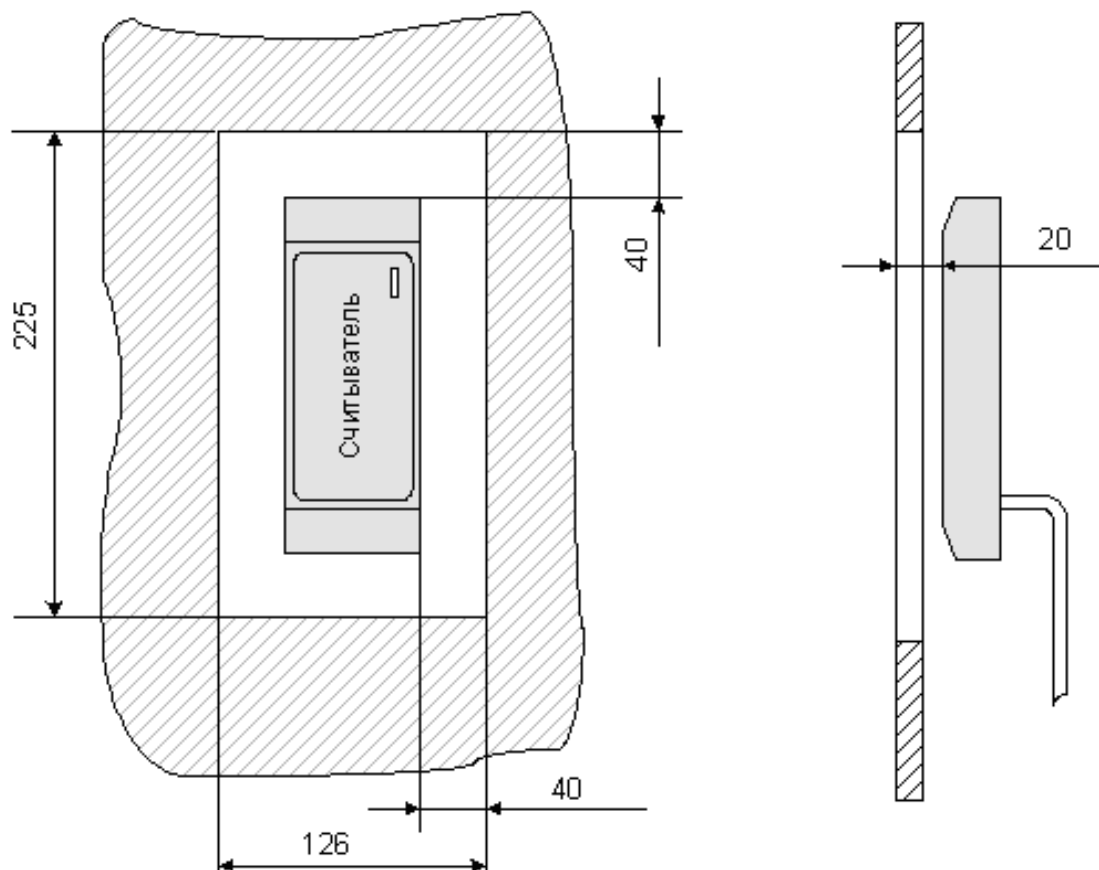

Рисунок 3 Установка считывателя за металлической поверхностью
- При установке считывателя за металлической поверхностью, в ней необходимо вырезать окно, напротив которого, равноудалено от краев окна, и устанавливается считыватель (см. рис. 3), при этом размеры окна должны быть не менее 220×126 мм. Само окно может быть закрыто неметаллической вставкой (например, из пластмассы), а считыватель может быть утоплен вглубь окна на расстояние не более 20 мм от внешней стороны металлической поверхности – дальность считывания кода при таком способе монтажа считывателя уменьшается на 30 – 50%;